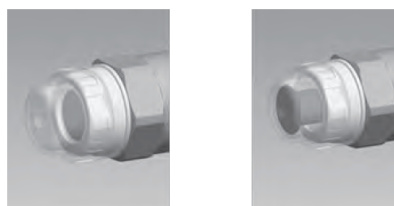

Рис. 11. Оптический датчик разрыва диафрагмы, до и после срабатывания
В оптических датчиках разрыва диафрагмы под прозрачной крышкой (7) выскакивает находящийся в углублении красный цилиндр (6), таким образом, он становится хорошо виден, рис. 11.